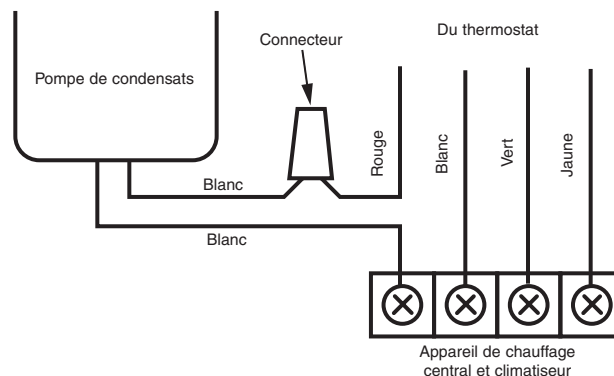

Figure 1 : Branchement de l'interrupteur de sécurité auxiliaire basse tension si on peut arrêter l'ensemble appareil de chauffage central et climatiseur.
- Brancher ce fil rouge sur un des fils blancs de l'interrupteur de sécurité, comme il est illustré à la Figure 1.